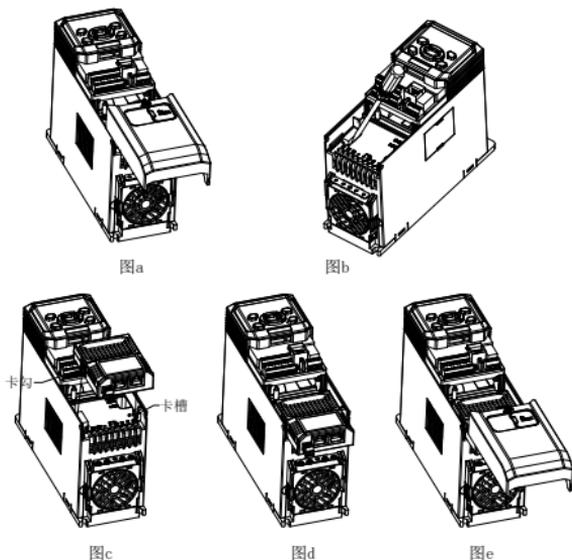

图 1-1 ECAT 通讯选件安装步骤图
(1) 变频器非上电状态下，按下盖板中上部颗粒状处，用力向下滑动，取下变频器下盖板，如图 1-1 a 所示。
(2) 使用一字螺丝刀撬掉防尘盖，如图 1-1 b 所示。
(3) 安装 ECAT 选件：将内装有总线卡的扩展盒朝上（指示灯朝上），对准安装位置
2 总线电气接口，水平往下按压，使得扩展盒弹压式卡口和变频器下端卡勾咬合，如图 1-1 c 与图 1-1 d 所示。
(4) 完成总线选件组装，如图 1-1 e 所示。